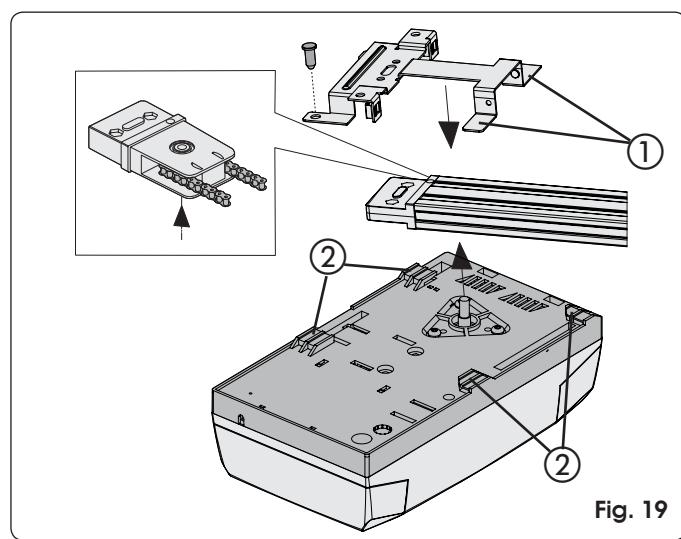

Fig. 19
- 1) Manteniendo inclinado 15°/20° el operador (Fig. 20), introduzca el eje del motorreductor en el acoplamiento presente en el empalme posterior de la guía de deslizamiento y acerque las aletas (Fig. 19 ref. ①) a los alojamientos situados en el fondo de la base del operador (Fig. 19 ref. ②).